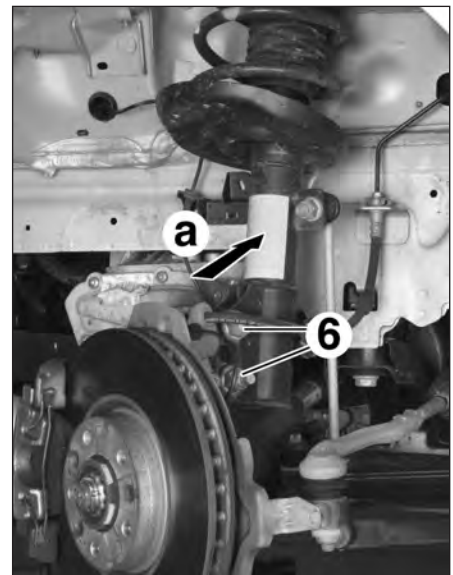

FIG.7
- Effectuer un préserrage des vis inférieures (6) de l'élément de suspension pour amener les vis et le corps d'amortisseur en contact sur le pivot (Fig.7).
- Plaquer le pivot sur l'amortisseur en exerçant une pression sur le corps d'amortisseur suivant la flèche (a) avant de serrer définitivement les vis (6).